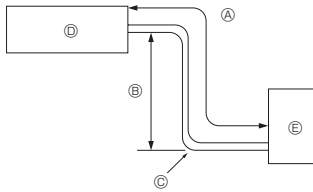

Fig. 2-1
2.1. Potrubí chladicího média (Fig. 2-1)